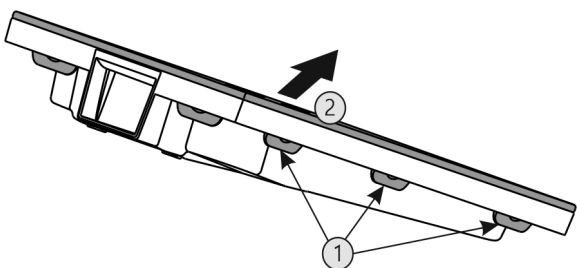

Fig. 53
- ▶ Stlačte za sebou všechny západky Fig. 53 (1) a sejměte kryt Fig. 53 (2).